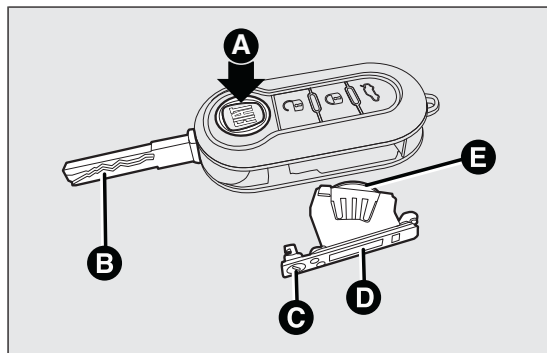

РИС. 27
- нажать кнопку А РИС. 27 и привести металлическое жало В в положение открытия;